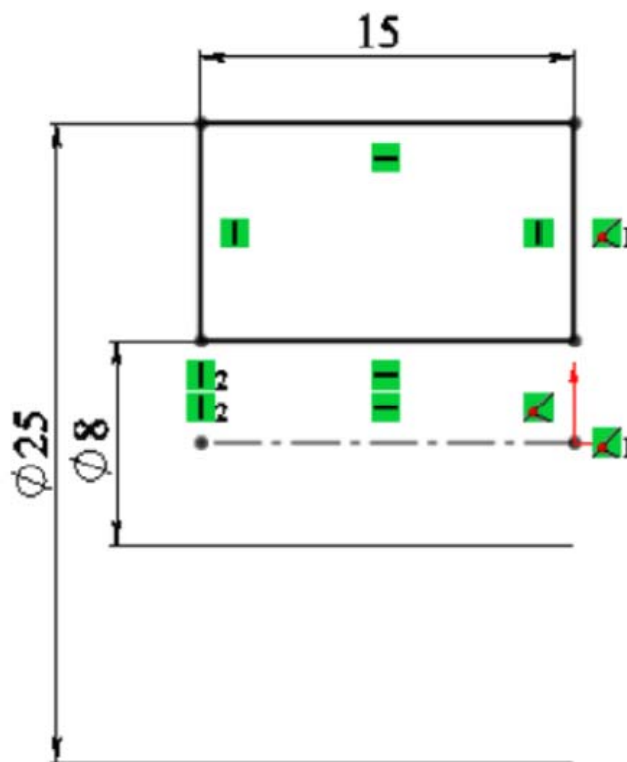

Рис. 2.23. Эскиз с размерами
9. Нарисуйте эскиз с размерами, показанными на рис. 2.23;